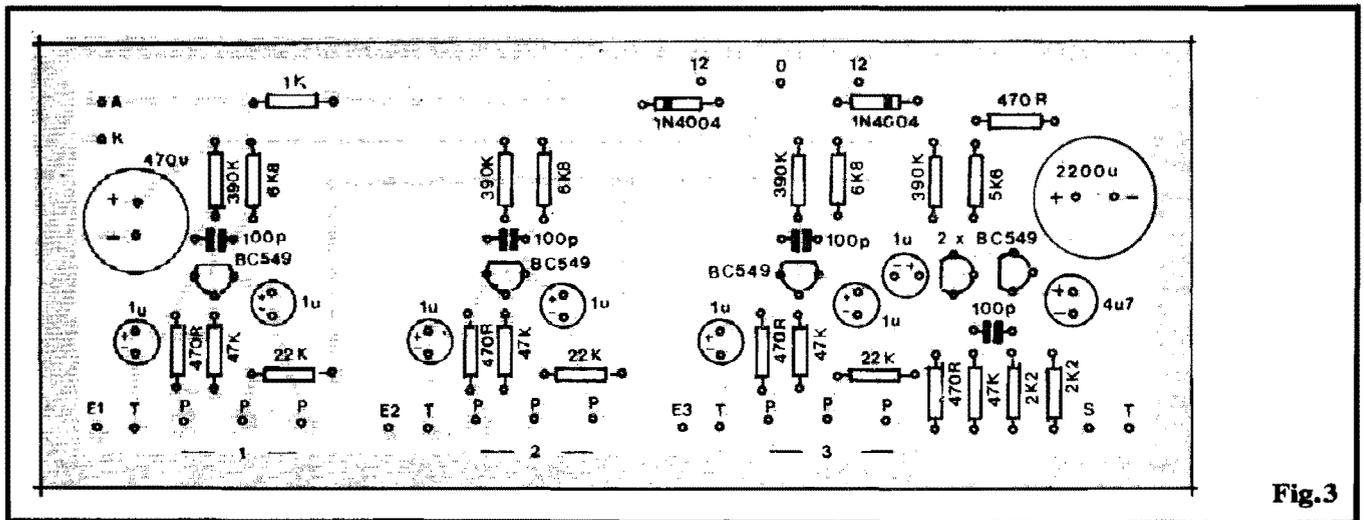

Fig.3
- FIG. 3 - "CHAPEADO" DA MONTAGEM - A placa continua vista em seu tamanho natural, porém agora "olhada pelo outro lado" (não cobreado...), com todas as peças principais já posicionadas, claramente estilizadas e identificadas por seus códigos, valores, polaridades, etc. Em A.P.E. utilizamos o mais perfeito (sem falsas modéstias...) sistema de notação nos "chapeados", identificando completamente os componentes, e não com aquela